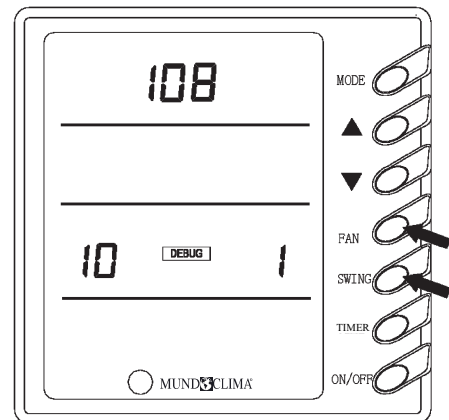

Fig.8
11) System parameters display (Fig.8)